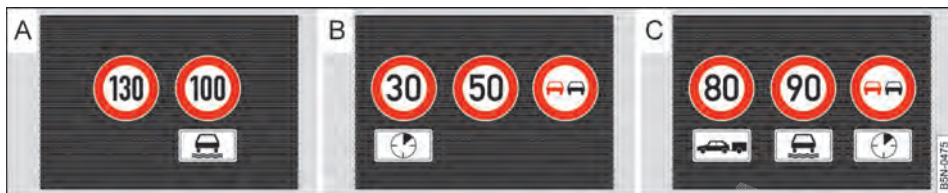

Fig. 205 No display do instrumento combinado: exemplos de limites de velocidade e proibição de ultrapassagem com placas adicionais associadas.
A exibição dos limites de velocidade e proibições de ultrapassagem com placas adicionais associadas é feita no display do instrumento combinado ⇒ Fig. 205. Dependendo do sistema de navegação instalado no veículo, as sinalizações de trânsito são exibidas, se for o caso, também na exibição de mapa do sistema de navegação.
espelho retrovisor interno do veículo. Após a verificação e avaliação das informações da câmera, do sistema de navegação e dos dados do veículo atuais, são apresentadas até três sinalizações de trânsito válidas ⇒ Fig. 205 com as respectivas placas adicionais:
- 1º lugar: A sinalização de trânsito atualmente válida é exibida para o condutor à esquerda do display. Por exemplo, um limite de velocidade de **130 km/h** ⇒ Fig. 205 A.